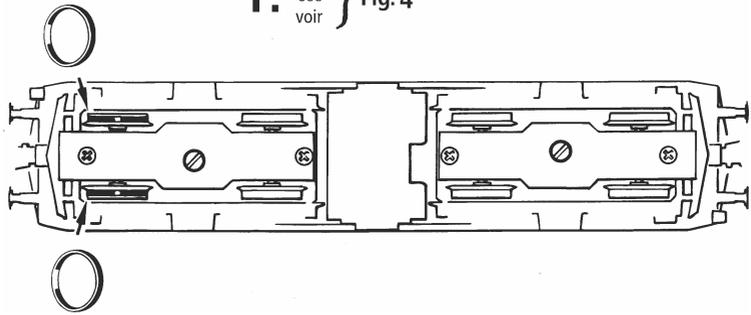

Fig. 9
**2. Schmierung:** Versehen Sie die im Schmierplan in Fig. 9 gekennzeichneten Stellen mit nur **kleinen Öltropfen**. Dazu zuerst das Lokgehäuse abnehmen (Fig. 3). Wir empfehlen das Fleischmann Spezial-Öl Art.-Nr. 6599
N'appliquez **qu'une toute petite goutte** aux endroits indiqués par le plan de graissage (fig. 9) après avoir démonté la caisse de la locomotive (fig. 3). Nous vous recommandons le graisseur à huile Fleischmann réf. 6599.
**2. Lubrication:** Apply **tiny oil drops** to spots marked in fig. 9. Prior to lubrication dismantle locomotive (fig. 3). We recommend using item no. 6599, Fleischmann oiler.